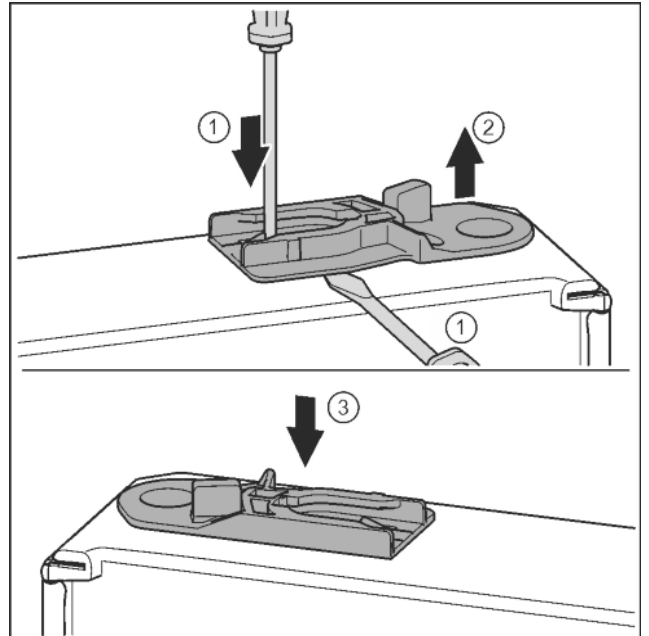

Fig. 30
- ▶ Витягніть направляюче гніздо: Натисніть шлицевою викруткою накладку і одночасно підведіть її під направляюче гніздо. *Fig. 30 (1, 2)*
- ▶ Направляюче гніздо, що входить до складу поставки, вставити з іншого боку корпусу. *Fig. 30 (3)*